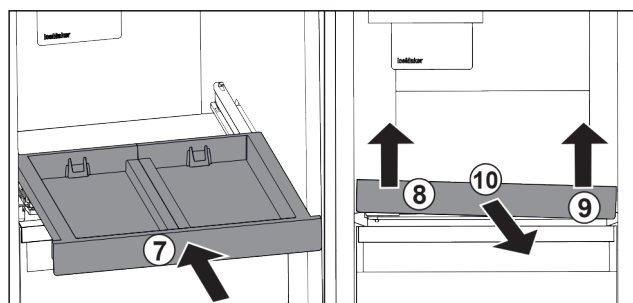

Fig. 30
- ▶ Вставити витяжну панель. Fig. 30 (7)
- ▶ Підняти витяжну панель спереду ліворуч. Fig. 30 (8)
- ▶ Підняти витяжну панель спереду праворуч. Fig. 30 (9)
- ▶ Витяжну панель витягнути вперед. Fig. 30 (10)